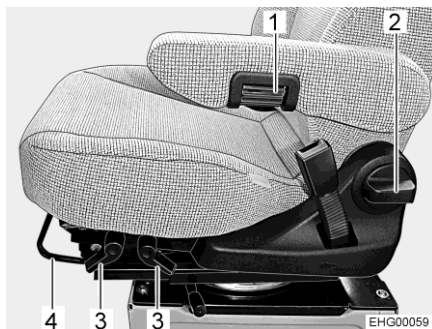

Fig. 20 Regolazione del sedile (Aguti GIS-Liner)
- Tirare la staffa (Fig. 20,4) verso l'alto.
- Tirare la relativa leva (Fig. 20,3) verso l'alto.
- Ruotare la maniglia (Fig. 20,2).
- Per una regolazione precisa, ruotare la rotella zigrinata (Fig. 20,1). A seconda della direzione di rotazione il bracciolo si muove verso l'alto o verso il basso.